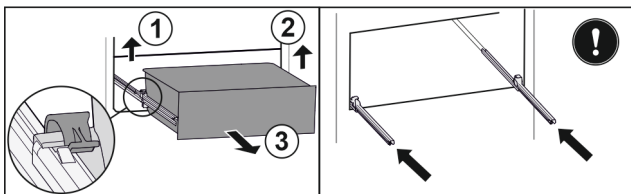

Fig. 151
- ▶ 提起左侧夹子，同时将抽屉左侧向前拉。 Fig. 151 (1)
- ▶ 提起右侧夹子，同时将抽屉右侧向前拉。 Fig. 151 (2)
- ▶ 朝前取出抽屉。 Fig. 151 (3)